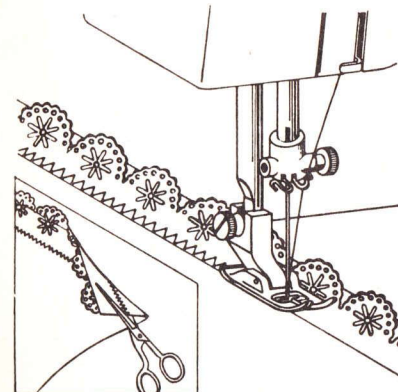

Abb. 53
39. An- und Einsetzen von Spitze an Wäsche (Abb. 53)